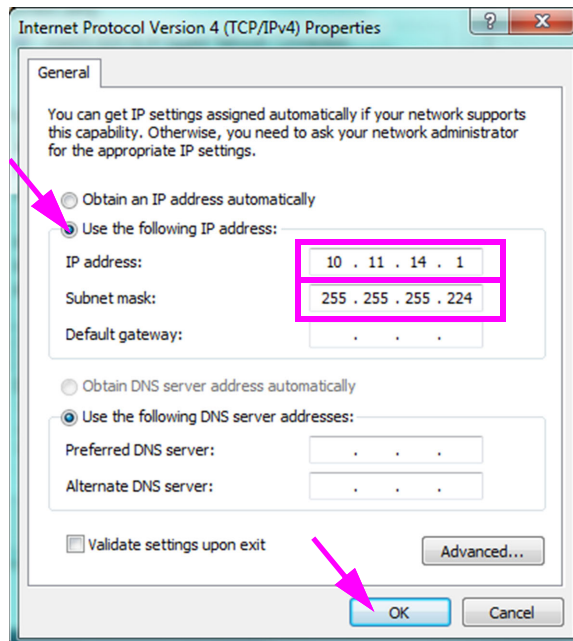

Figura 2-43. Pantalla Internet Protocol Version 4 (TCP/IPv4) Properties (Propiedades del protocolo de Internet versión 4 [TCP/IPv4])
9. En esta pantalla, seleccione **Use the following IP address: (Usar la siguiente dirección IP:)**. Consulte la figura 2-43.